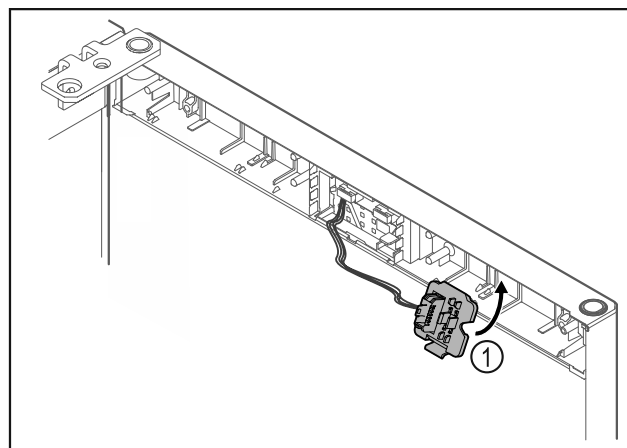

Fig. 19
- ▶ Steckerhalterung Fig. 19 (1) auf Gegenseite einrasten.